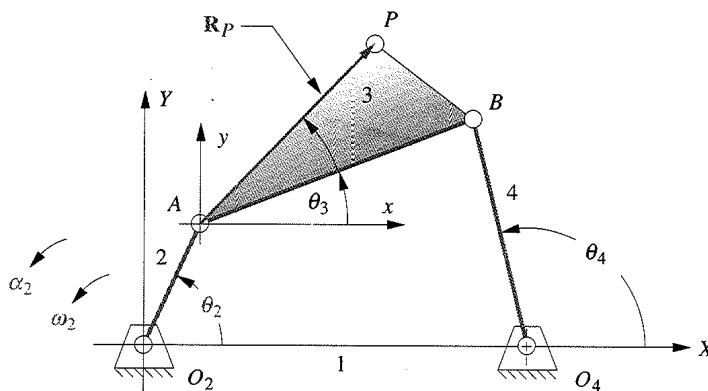

FIGURA P7-1 Configuración y terminología para los problemas 7-3, 7-4 y 7-11
- **7-3 Las longitudes de los eslabones, la ubicación del punto de acoplador y los valores de θ_2 , ω_2 y α_2 de los mismos mecanismos de cuatro barras, utilizados en el análisis de posición y velocidad en los capítulos 4 y 6, se definen de nuevo en la tabla P7-1, la cual es la misma que la tabla P6-1 (p. 220). La configuración y terminología generales del mecanismo se muestran en la figura P7-1. Para la(s)
[†]7-11 Para la(s) fila(s) asignada(s) en la tabla P7-1 (p. 256), encuentre el sacudimiento angular de los eslabones 3 y 4, y el sacudimiento lineal de la junta de pasador entre los eslabones 3 y 4 (punto B). Suponga un sacudimiento angular de cero en el eslabón 2. La configuración y terminología del mecanismo se muestran en la figura P7-1 (p. 252).